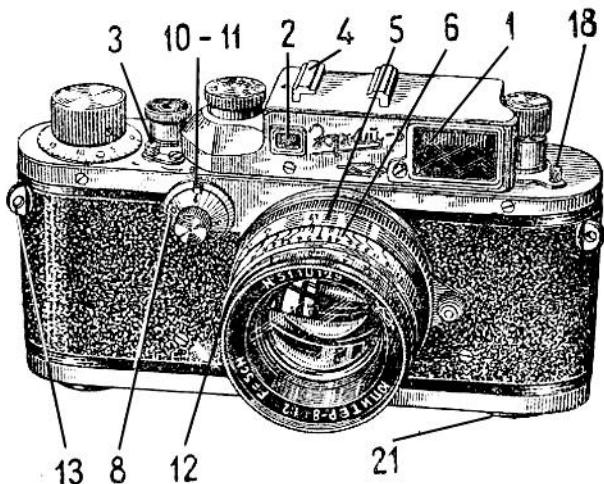

Рис. 1.
Фотоаппарат «ЗОРКИЙ-3» (рис. 1 и 2) относится к разряду портативных малоформатных кинопленочных камер с размером кадра 24x36 мм. Фотоаппарат «ЗОРКИЙ-3» является совершенным фотоаппаратом,ющим удовлетворять самые высокие требования, предъявляемые к фотоаппарату квалифицированными фотолюбителями, фоторепортерами и научными работниками. Как всякий точный прибор, он требует к себе самого внимательного и бережного отношения.
- б) Выключить механизм, передвинув выключатель 3 на букву «В» (рис. 1).